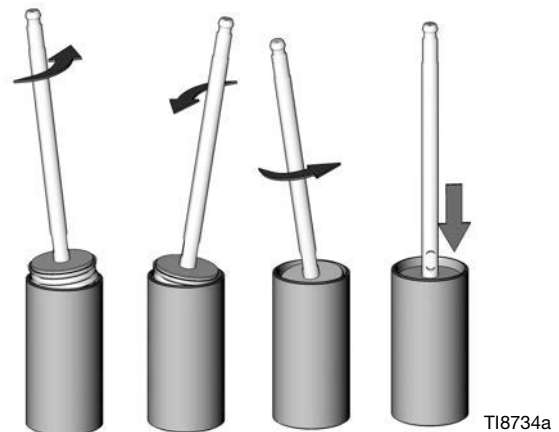

ABB. 6. Kolben in Zylinder einbauen
1. Stopfen (50, 52) wieder in das obere (8) und untere (7) Materialgehäuse einbauen.
2. Das Druckentlastungsventil (48) in das obere Gehäuse (8) direkt gegenüber der Befestigungsstelle des Einlassverteilers (49) einbauen. Druckentlastungsventil (48) mit 11-15 N•m (100-135 in-lb) festziehen.
3. Das untere Gehäuse (7) in einen Schraubstock einspannen.
4. Die Pumpenstangenbaugruppe in Zylinder (6) einbauen. Die Innenseite des Zylinders (6) schmieren. Kolbenbaugruppe in Zylinder (6) schieben. Kolbenbaugruppe wie in ABB. 6.